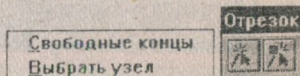

Рис. 1.26 Підменю Отрезок
*Построение* викликає спливаюче меню нижнього рівня (рис. 1.26), за допомогою якого користувач може побудувати відрізки.